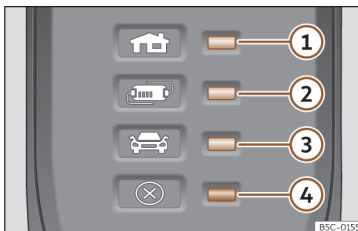

Fig. 211 Pe cablu de încărcare pentru prize electrice: Lămpile de control de pe dispozitivul de protecție.
» fig. 211:
Dispozitivul electronic de protecție» fig. 211 asigură faptul că nu intră curent în cablul de încărcare până când acesta nu este cuplat la ștecărul de încărcare al automobilului.
Una sau mai multe lămpi indicatoare» fig. 211 ①, ② or ③ se aprind în culoarea verde. »
Afișajul»» fig. 211	Semnificație
Dacă lampa de avertizare roșie ④ clipește sau se aprinde fără una dintre lămpile indicatoare»» fig. 211 ①, ② sau ③ aprinzându-se de asemenea continuu și pe indicatorul de stare, există o defecțiune.